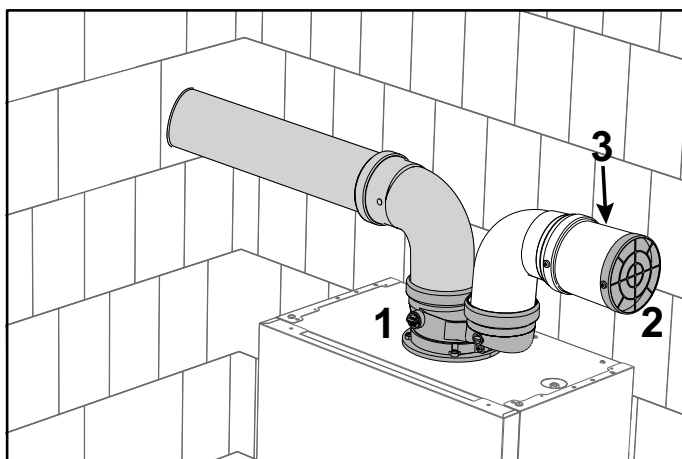

fig. 47- Grilaj de protecție
Instalați accesoriul de pornire (det. 1 fig. 47 - cod **041082X0**). În conducta de aspirație trebuie să se monteze un grilaj de protecție (det. 2 - fig. 47 - cod **1KWMA85A**). Dacă este necesar, introduceți un tronson (3) între grilaj și accesoriu.